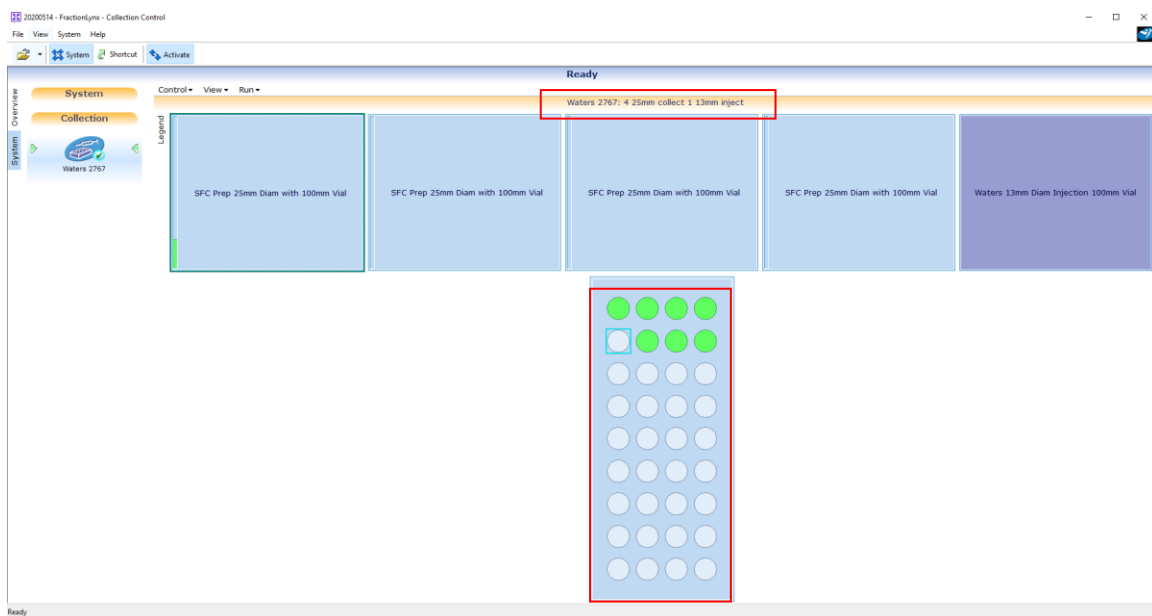

图6-55
- 激活之后，窗口显示如图6-55，显示已用的回收管和当前回收管位置，注意回收管为S型路径进行样品回收；